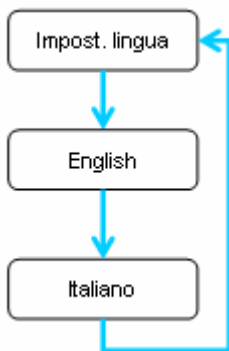

Fig. 12
- Premere ripetutamente il pulsante "Afficheur" fino a visualizzare l'informazione "Impost. lingua" (Fig. 12).